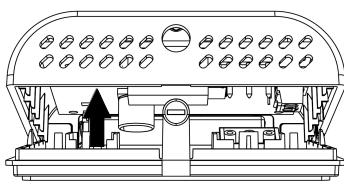

Abbildung 5
- 3** Heben Sie nun den Deckel nach oben, um diesen vollständig zu entfernen (Abb. 5).